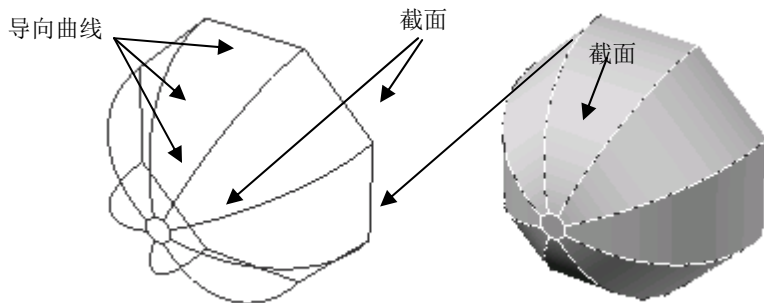

图 10-19 导向放样
(2) 导向 (G): 指定控制放样实体或曲面形状的导向曲线。导向曲线是直线或曲线, 可通过将其他线框信息添加至对象来进一步定义实体或曲面的形状, 如图 10-19 所示。选择该选项, 命令行提示与操作如下: